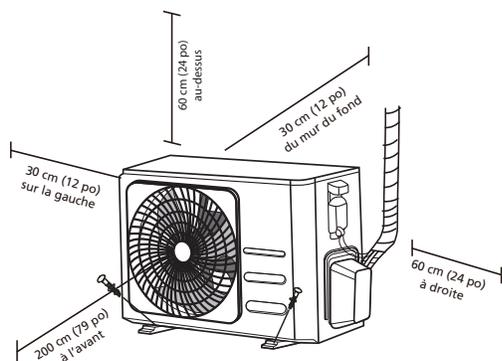

Fig. 8 – Dégagements du module
- Respectez toutes les exigences de dégagement (consultez la figure 8).